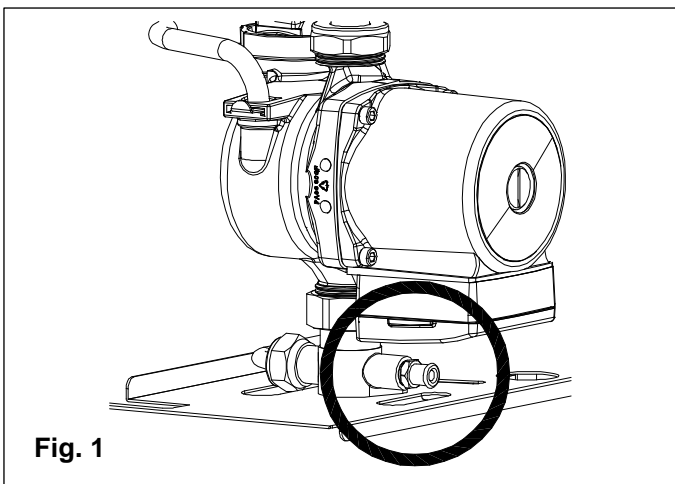

Fig. 1
- ruotare il rubinetto di scarico dell'impianto (fig. 1);
- **nel caso debba essere svuotata solamente la caldaia, chiudere i rubinetti di sezionamento andata/ritorno del circuito riscaldamento e aprire solo il rubinetto di scarico posto nella parte inferiore della caldaia ed inserito nel collettore pompa (fig. 1);**